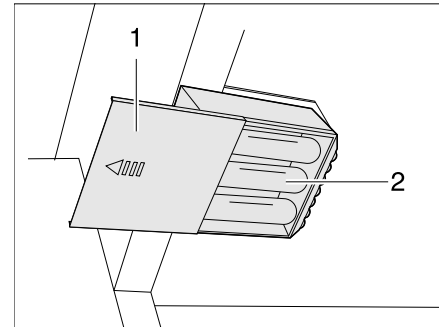

Bild 175 Kleiderschrankleuchte mit LED, Batteriefach geöffnet
- Neue Batterien gleichen Typs polrichtig (+/-) einsetzen (Bild 175,2).
- Deckel (Bild 175,1) wieder aufschieben.